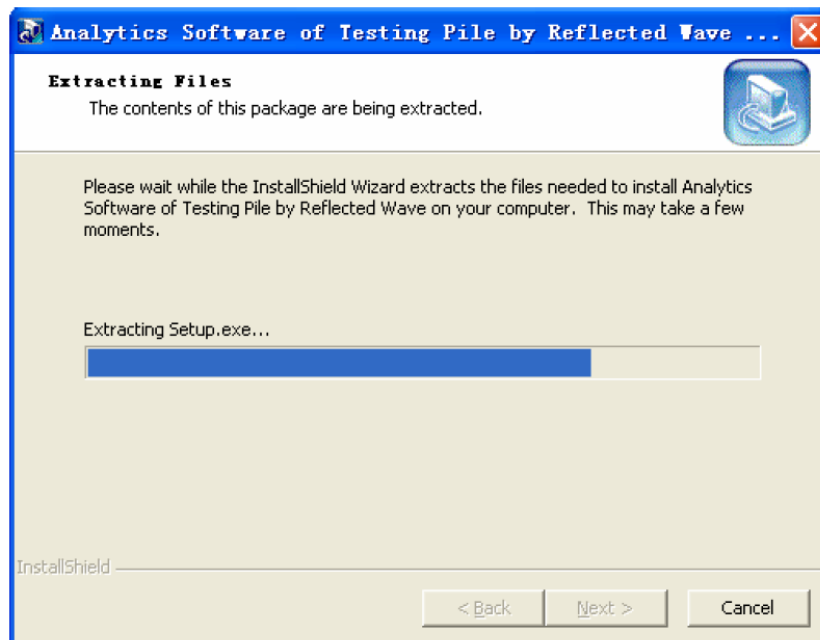
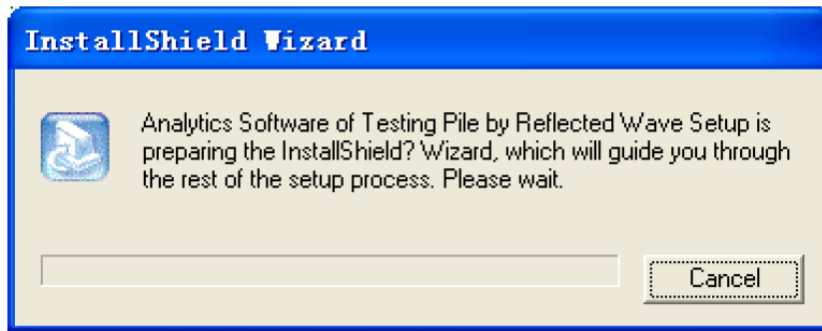

Figura 2.1 Interfaccia di estrazione
Figura 2.2 Avviamento dell'interfaccia di installazione guidata
1. Inserisci l'U-disk nel computer, trova il file P8Setup.exe nella directory principale del disco U ed esegilo. L'installazione guidata estrarrà i file necessari nel computer (Figura 2.1). Una volta completata l'estrazione, verrà avviato automaticamente la procedura guidata di installazione (Figura 2.2) per istruire gli utenti su come effettuare l'installazione.